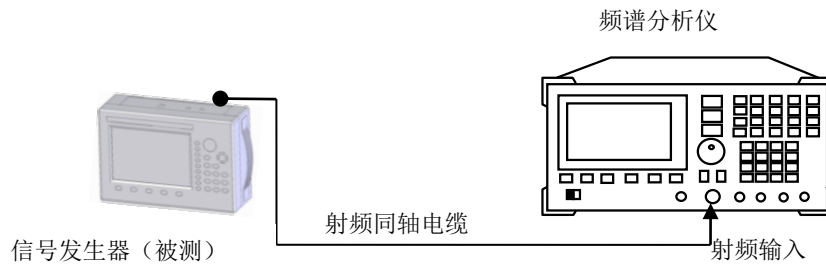

图 7-4 单边带相位噪声测试
- a) 如图 7-4 连接设备，开机复位，预热至少 30min。